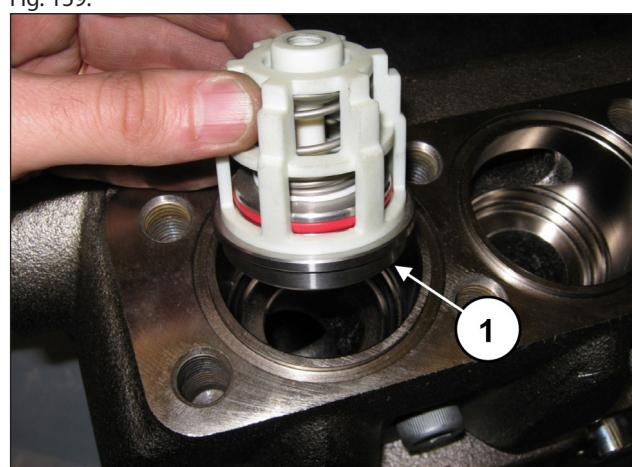
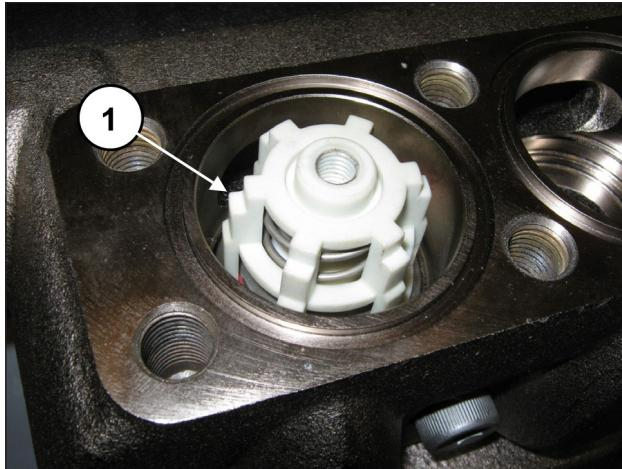

Fig. 158
Fig. 159
Insira o grupo da válvula de descarga (pos. ①, Fig. 158). O grupo da válvula completo deve ser inserido completamente até o fundo e apresentar-se como na pos. ①, Fig. 159.